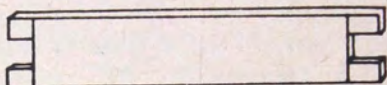

Fig. No. 6
**Medidas:** 90 cms largo, del mismo ancho y grosor de los parales (figura No. 6).